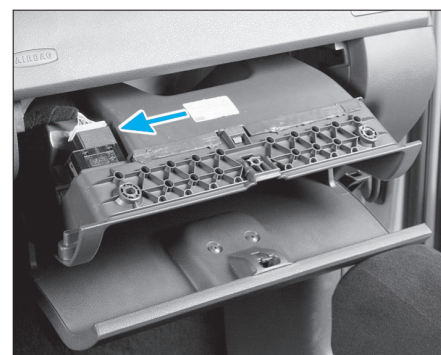

Fig. 40
- Basculer la boîte à gants afin de débrancher le connecteur du contacteur d'inhibition d'airbag puis la déposer (Fig.40).